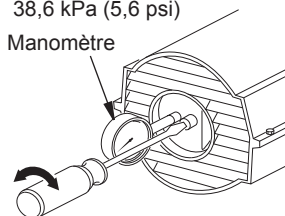

Figure 14 - Réglage de la pression de la pompe (Modèles 40/55T/70T seulement)
4. Réglez la pression. Pour augmenter la pression, tournez le clapet de décharge vers la droite. Pour la diminuer tournez-le vers la gauche. Consultez les données qui se trouvent à droite pour la pression requise par chaque modèle (voir Figure 14).